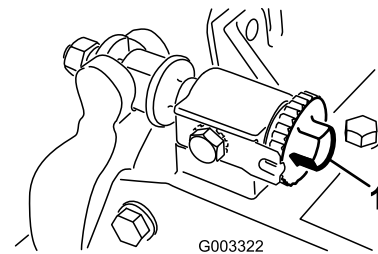

Figura 27
1. Reduzca el contacto entre el molinete y la contracuchilla girando los pomos de ajuste de la contracuchilla (Figura 27) en el sentido contrario a las agujas del reloj hasta que no exista contacto alguno.